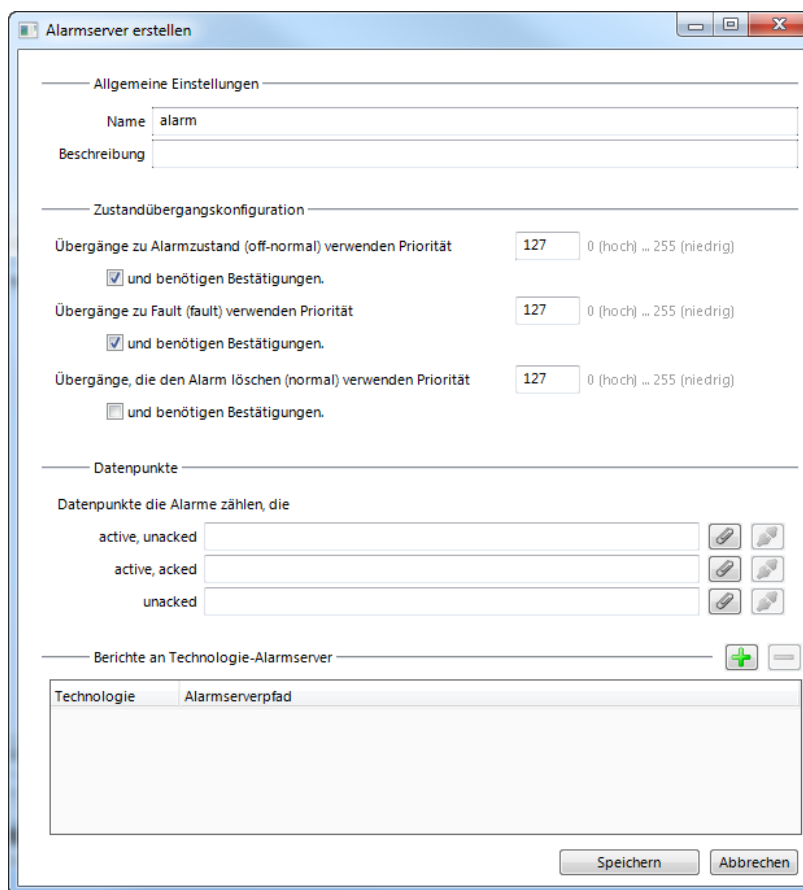

Abbildung 133: Dialog zum Erstellen eines neuen Alarmserver
3. Im Dialog **Neuen Alarmserver erstellen** (dargestellt in Abbildung 133) geben Sie einen **Namen** und eine **Beschreibung** für den Alarmserver ein.